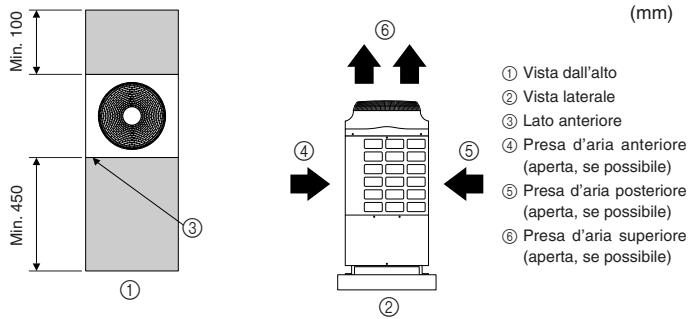

Fig. 2-3
(1) Informazioni di base per determinare lo spazio necessario (Fig. 2-3)